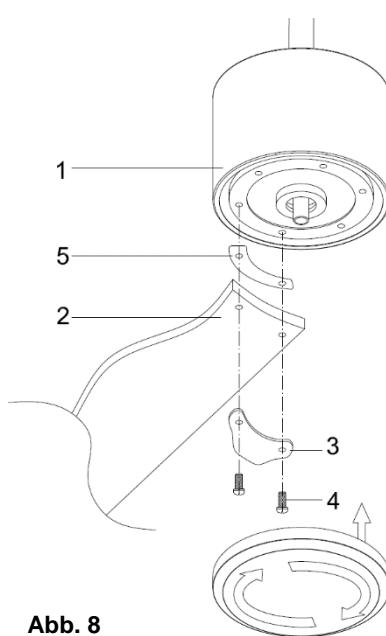

Abb. 8
- Stecken Sie die Flügelschrauben (4) in der folgenden Reihenfolge durch die Ventilatorflügel-Baugruppe: Halterungsset (3), Flügel (2) und Faser (5). Befestigen Sie die Ventilatorflügel-Baugruppe am Motor (1) und fixieren Sie diese durch Anziehen der zwei Schrauben (4). Abb. 8.